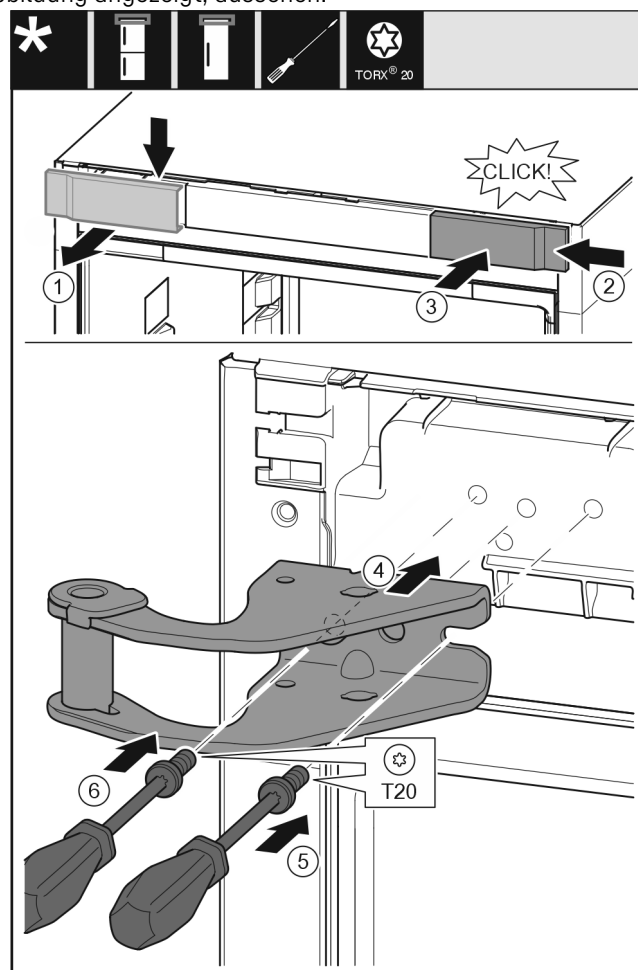

Fig. 31
- ▶ Abdeckung von oben nach vorne abnehmen. Fig. 31 (1)
- ▶ Abdeckung um 180° gedreht auf der anderen Seite von rechts einhängen. Fig. 31 (2)
- ▶ Abdeckung einrasten. Fig. 31 (3)
- ▶ Oberen Lagerbock ansetzen. Fig. 31 (4)
- ▶ Schraube mit Schraubendreher T20 ansetzen und festdrehen. Fig. 31 (5)
- ▶ Schraube mit Schraubendreher T20 einsetzen und festdrehen. Fig. 31 (6)